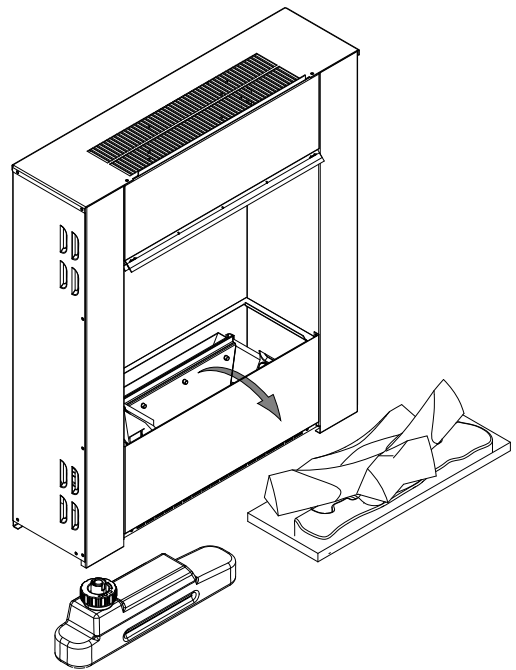

Fig.3
1. Не выключая эффект пламени, поднимите топочную корзину и бак для воды. (см. рис. 3) и выньте насадку (см. рис. 4)